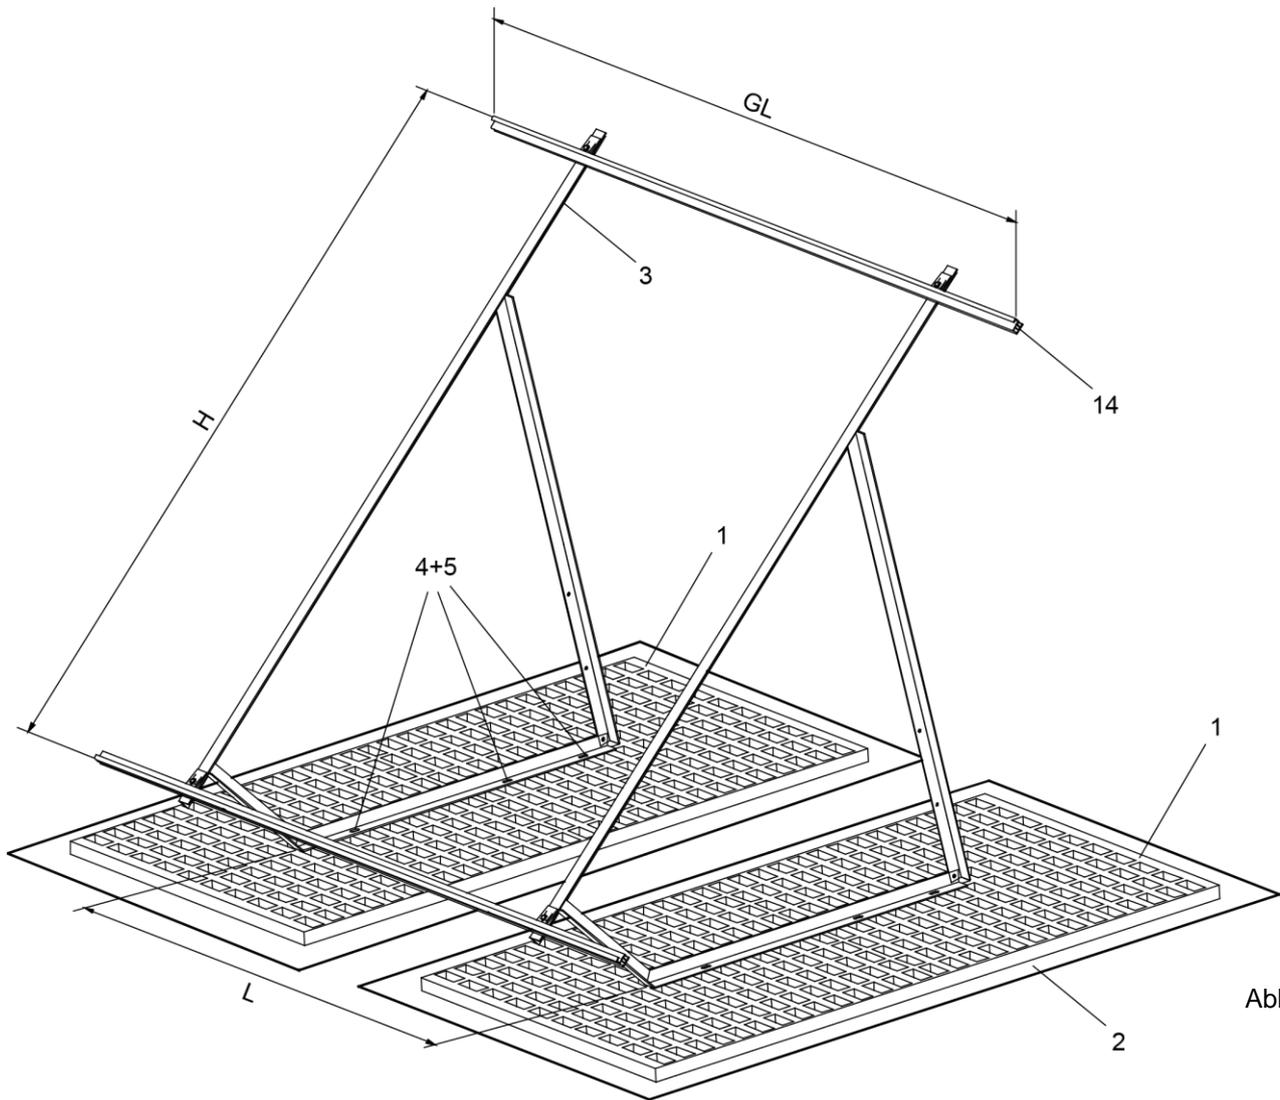

Abb. 1
- Bestimmen Sie die Positionen der einzelnen Trägerplatten (1) - unter Berücksichtigung der angegebenen Werte aus der unten angeführten Tabelle - am Dach (Abb. 1). Die Kiesschüttung ist an diesem Platz vollständig zu entfernen, ohne die Dachhaut zu beschädigen.
- Die Schutzmatte (2) wird unter den jeweiligen Trägerplatten (1) verlegt. Die Trägerplatten (1) müssen anhand der drei Gewindestutzen M10 (Pos. 4+5) richtig ausgerichtet werden (Abb. 1).